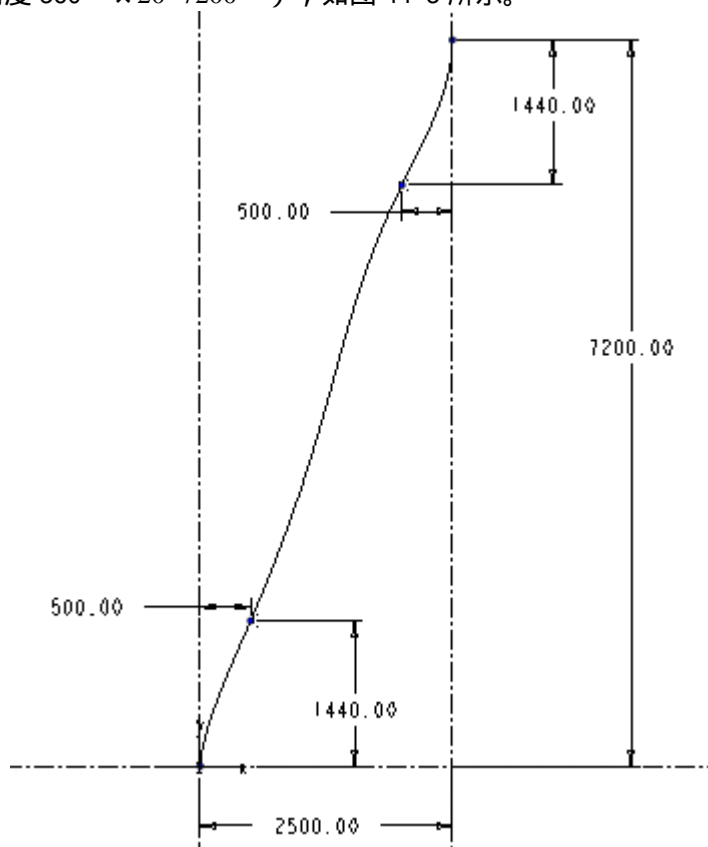

图 44-3
(1) 单击菜单【插入】 【模型基准】 【图形】命令。
(2) 在消息输入文本框中，输入名称“SPRING.1”，系统进入草绘工作环境。
(3) 使用  创建一参照坐标系，绘制两条相互垂直的中心线，使用样条线工具绘制图形曲线（注：x 轴方向相当于把弹簧外形线分为 2500 个单位，y 轴方向相当于弹簧的总旋转角度 $360^\circ \times 20 = 7200^\circ$ ），如图 44-3 所示。